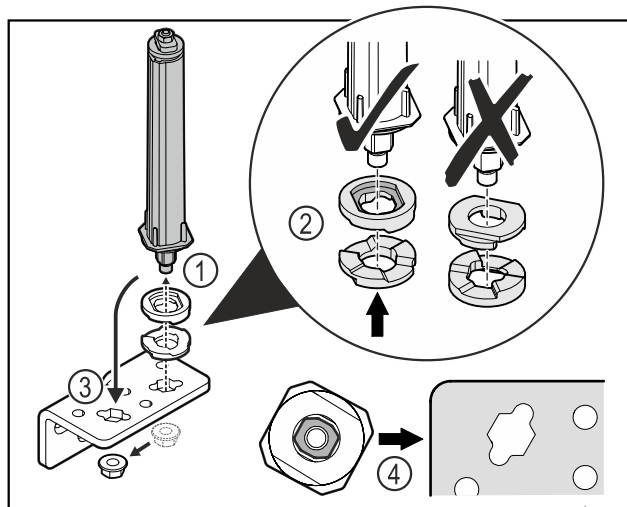

Fig. 33
- Lironi dadon dhe hiqni sistemin e mbylljes së derës Fig. 33 (1).
- Bëni kujdes për orientimin e saktë të rondelave të rregullimit të lartësisë Fig. 33 (2).
- Ktheni sistemin e mbylljes së derës në profilin e menteshës në anën tjetër dhe shtërëngoni atë me dado Fig. 33 (3).
- Gjatë vendosjes, bëni kujdes për orientimin e saktë të sistemit të mbylljes së derës Fig. 33 (4).